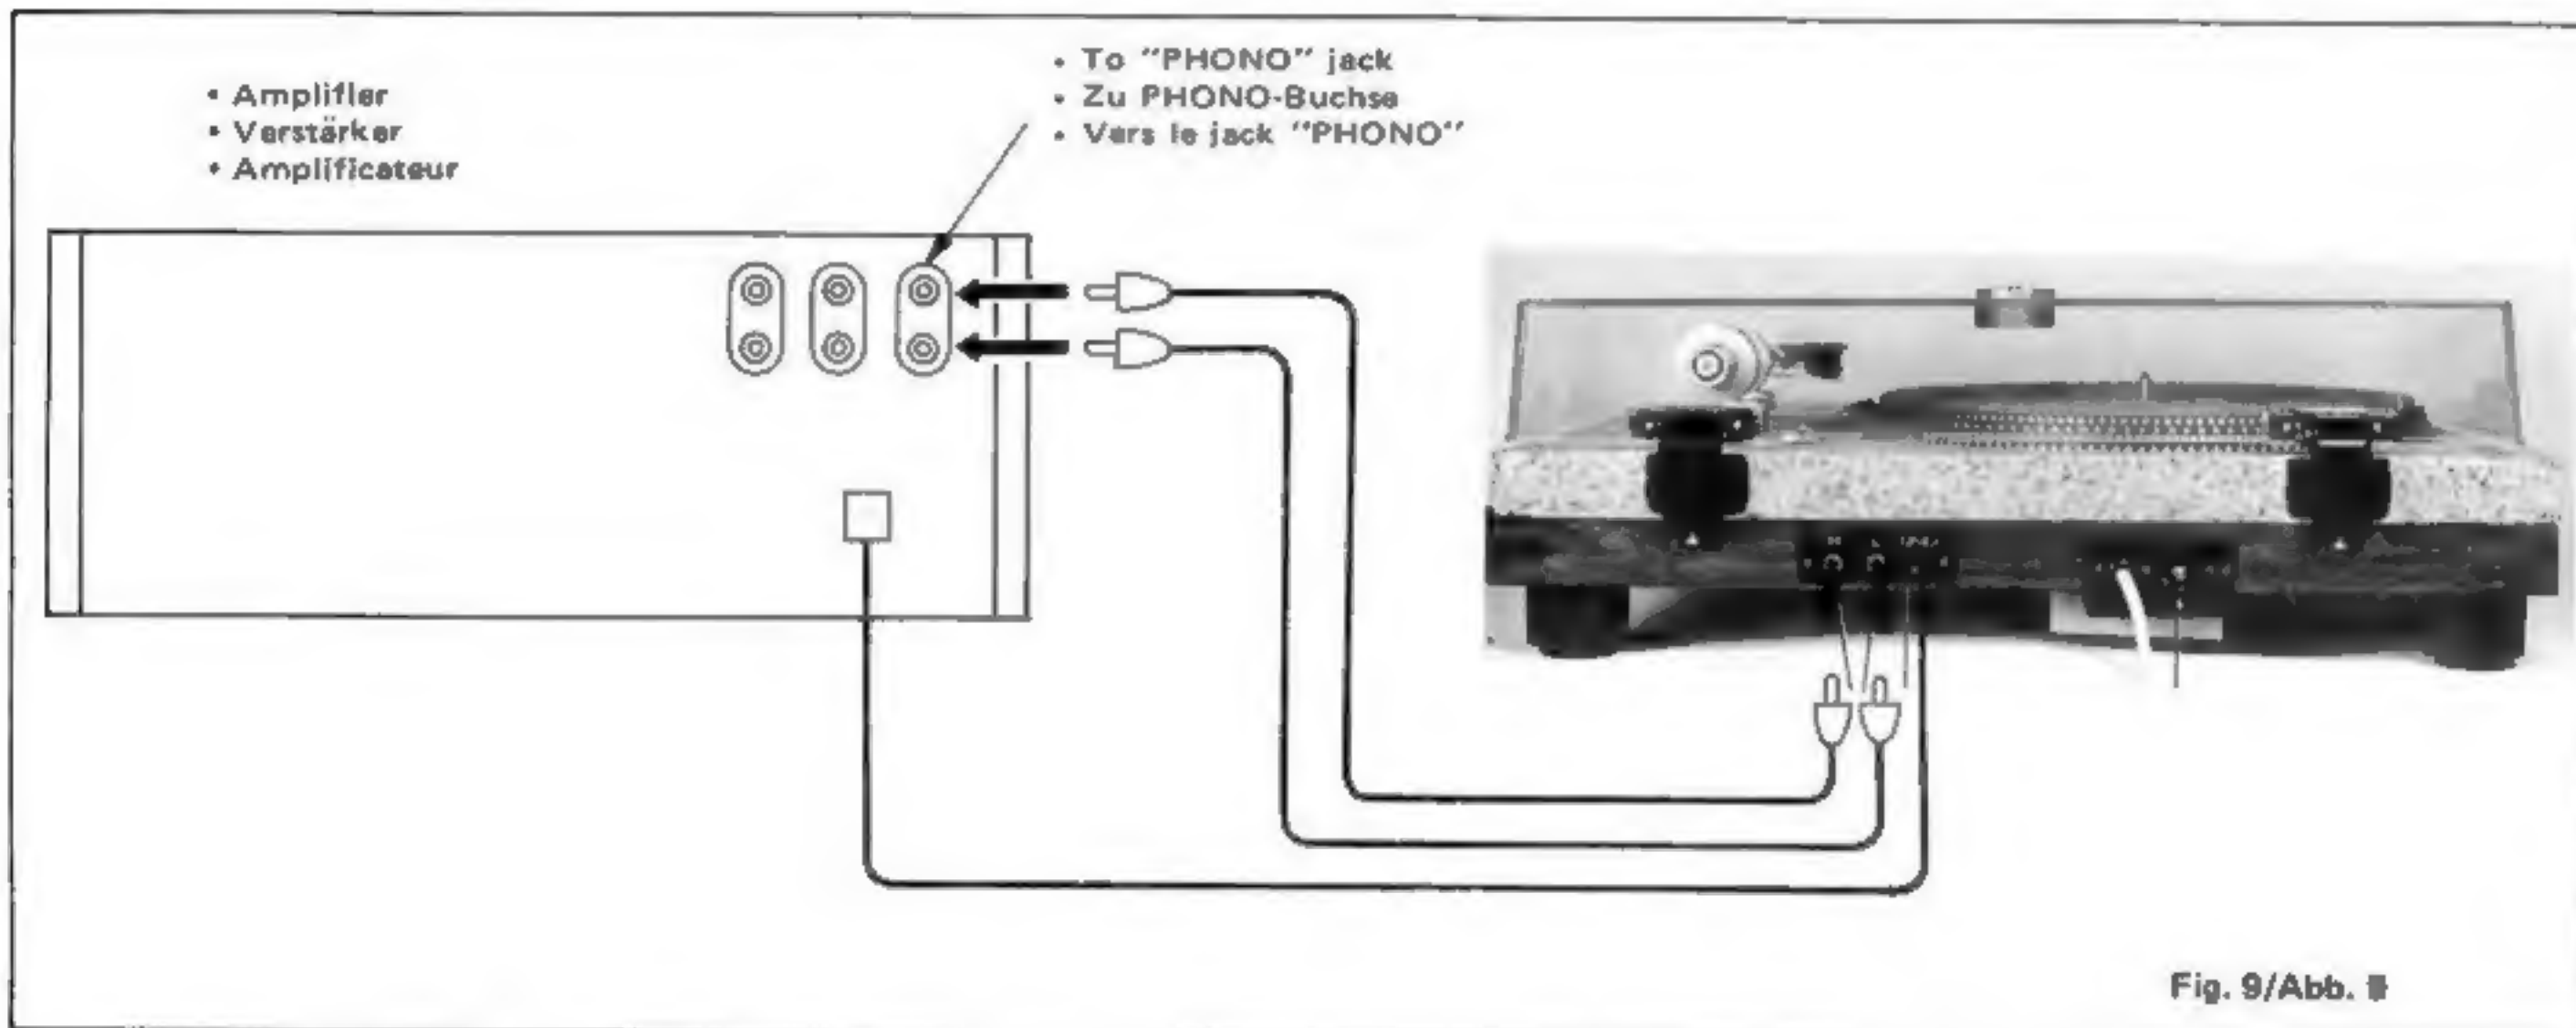

Fig. 9/Abb. 9
7. Legen Sie den Hebel des Tonarmlifts nach vorne (Abb. 9). Dadurch senkt sich der Tonarm langsam auf die Schallplatte.